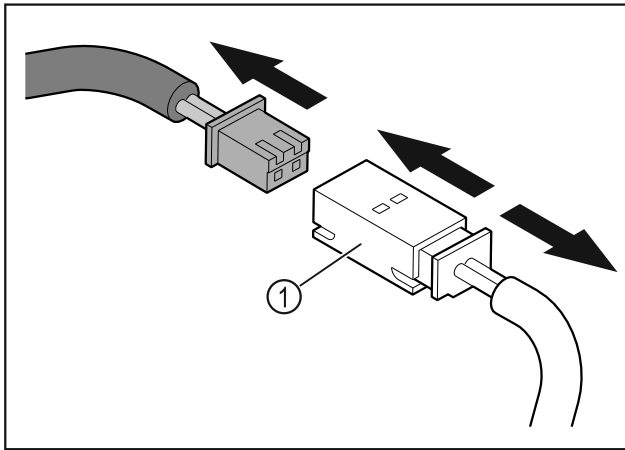

Fig. 13
- ▶ Разъедините штекерное соединение Fig. 13 (1).